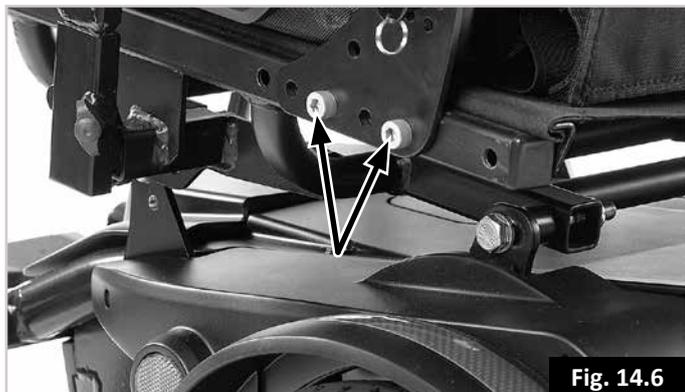

Fig. 14.6
14.6 Ajustes de la profundidad del asiento: (Fig. 14.6).